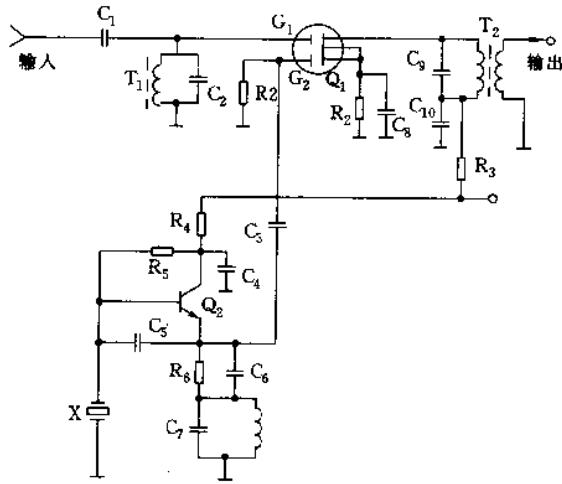

图 2-57
(3) 双栅 MOS 场效应管混频电路如图 2-57 所示,其特点是:可以减小高放回路与本振回路之间的牵引,有利于减小本振辐射,但变频增益比单栅和晶体管混频电路低。